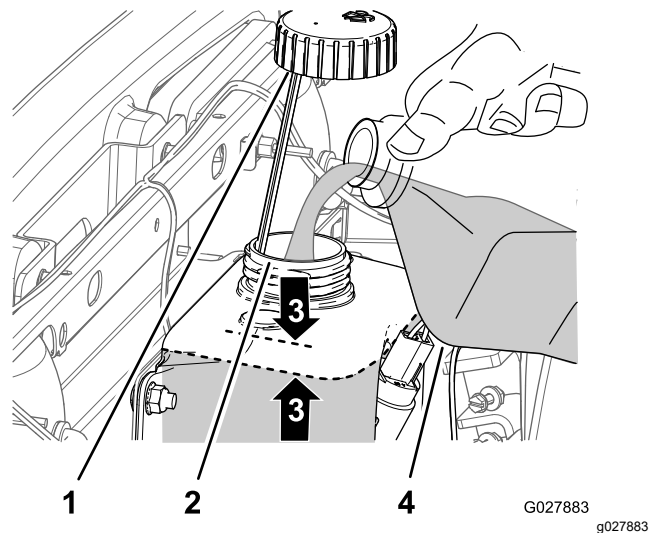

Figura 52
2. Togliete il tappo dal serbatoio del lavacrystallo (Figura 52).
3. Aggiungete acqua o detergente per parabrezza attraverso il collo del bocchettone del serbatoio entro 25 mm dalla parte superiore del serbatoio (Figura 52).
4. Montate saldamente il tappo sul collo del bocchettone di riempimento (Figura 52).